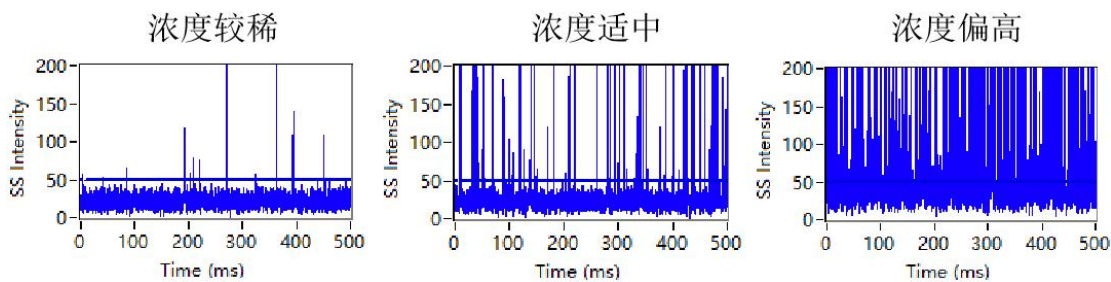

图 4-3 不同上样浓度的散射脉冲信号图
- 9) 将散射通道纵坐标轴数值调小，根据信号峰的疏密程度判断样品浓度，如图 4-3 所示。